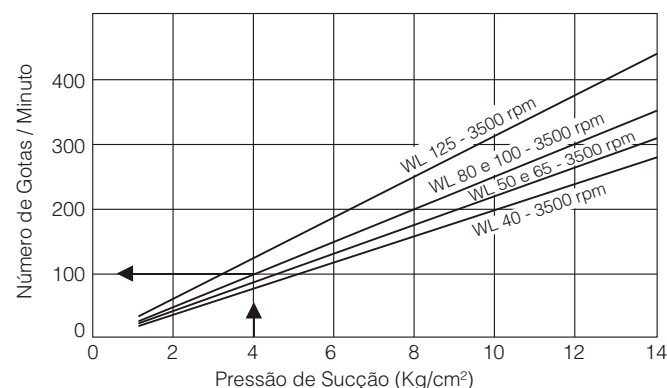

Fig. 24 - Número de gotas aproximado
- Ajustar o engaxetamento apertando-se as porcas do aperta gaxeta cerca de 1/6 de volta. Como todo engaxetamento recém-executado requer certo período de acomodação, o mesmo deve ser observado nas primeiras 5 a 8 horas de funcionamento e em caso de vazamento excessivo apertar as porcas do aperta gaxeta cerca de 1/6 de volta a mais. **Durante o funcionamento todo engaxetamento deve gotejar** (para número de gotas aproximado vide Fig. 24). Tendo as gaxetas atingido o estágio de acomodação bastará um controle semanal.